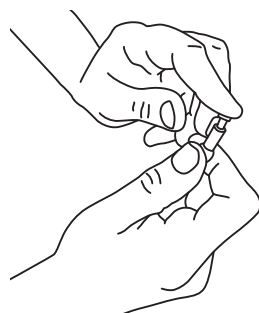

Рис. 14
5.5.6. Вставьте в эту же трубку пластиковую вставку цилиндрической формы (Рис. 14).